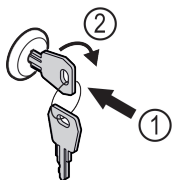

Fig. 132
- ▶ Sätt in nyckeln Fig. 132 (1).
- ▶ Vrid nyckeln 90° medurs Fig. 132 (2).